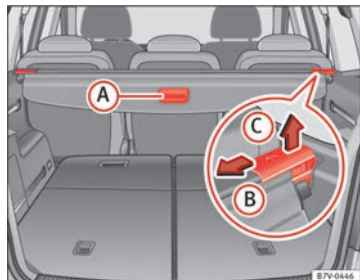

Fig. 92 Nel bagagliaio:
- Tirare la maniglia del ripiano ⇒ fig. 92 A leggermente all'indietro.
- Sbloccare il ripiano spostandolo nella direzione indicata dalla freccia ⇒ fig. 92 **B**.
- Spingere il ripiano nella direzione indicata dalla freccia ⇒ fig. 92 **B**.
- Sbloccare il ripiano spostandolo nella direzione indicata dalla freccia ⇒ fig. 92 **B**, quindi sollevarlo nella direzione indicata dalla freccia **C**.